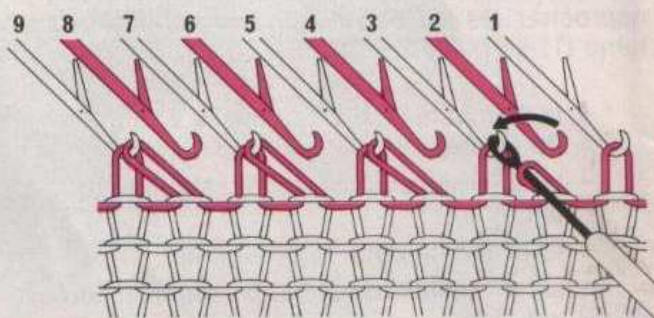

Fig. 77
- **Pour la 1 et 1** - Reporter avec le poinçon la maille de l'aiguille (2) sur l'aiguille (3), la maille de l'aiguille (4) sur l'aiguille (5) et ainsi de suite tout au long du rang (fig. 77).